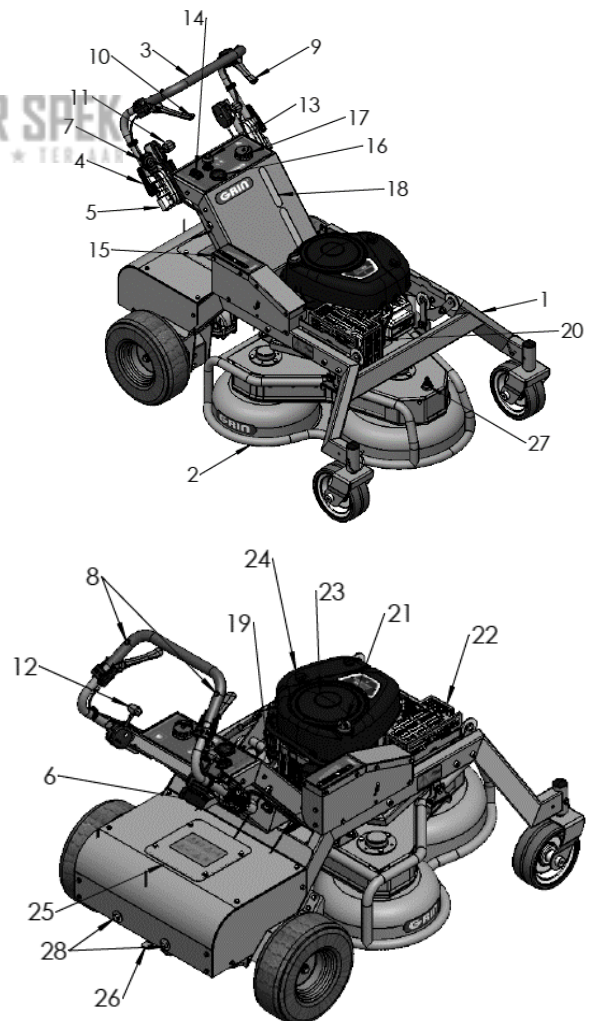

Fig. 7 - Composants de la machine
Votre Grin XM est livré avec de l'huile dans le moteur. Après environ 5 heures de travail, il est recommandé de vérifier le niveau d'huile à l'aide de la jauge (Fig.7_21) et de remettre à niveau au besoin. Consulter le manuel du moteur pour connaître la quantité et le type d'huile.
2. Dévisser le bouchon du réservoir à essence (Fig. 7_17), mais uniquement après avoir retiré la saleté et les éventuels résidus de la zone du bouchon.
3. À l'aide d'un entonnoir, remplir d'essence verte normale. On peut vérifier le niveau d'essence à l'aide des indicateurs placés sur la machine (Fig.7_18). Ne pas remplir au-delà du niveau visible, laisser de la place pour l'expansion du carburant. Retirer immédiatement l'éventuelle fuite ou renversement d'essence ; ne pas mélanger de l'huile au carburant.
6. Ouvrir le robinet d'essence entre le réservoir et le moteur. (Fig.7_19). Il est recommandé de toujours fermer le robinet pendant le transport afin d'éviter qu'une trop grande quantité d'essence ne pénètre dans le moteur.
NB : lorsque le moteur est froid, placer le levier de réglage du régime moteur (Fig.7_12) en position starter.
!!! ATTENTION !!! Après le démarrage du moteur, retirer immédiatement le levier de réglage du régime moteur (Fig.7_12) de la position de starter
Votre XM est équipé d'un réglage électronique millimétrique de la hauteur de tonte. Après avoir allumé la machine, appuyer sur le bouton de réglage de la hauteur (Fig.7_14) pour lever ou abaisser le système de coupe. L'indicateur de hauteur (Fig.7_15) permet de visualiser la hauteur réglée. Le déplacement de l'indicateur vers la zone verte augmente la hauteur de tonte. Le déplacement de l'indicateur vers la zone rouge diminue la hauteur de tonte. Pour une tonte optimale, il est recommandé de ne pas amener l'indicateur dans la zone rouge.
1. Après avoir démarré le moteur, dégager le frein de stationnement en déplaçant le levier (Fig.7_6) vers la droite puis vers le haut.
2. Après avoir vérifié si la largeur de tonte est correcte, démarrer le système de coupe en soulevant le coup de poing jaune situé sur le tableau de bord (Fig.7_13).
3. Déplacer le levier de marche (Fig.7_11) vers l'avant ou vers l'arrière. Déplacer doucement le levier de manière à faire varier la vitesse progressivement, en particulier quand on utilise la marche arrière. Les brusques changements de vitesse peuvent faire perdre l'équilibre à l'opérateur.
4. Pour braquer la machine, appuyer sur le levier gauche (Fig.7_9) pour aller à gauche et sur le levier droit (Fig.7_10) pour aller à droite. Plus la pression sur le levier est forte, plus la courbe est serrée. Lorsque le levier est pressé à fond, la machine tourne sur elle-même.
1. Placer le levier de marche avant/arrière (Fig.7_11) en position neutre (N)
2. Engager le frein de stationnement en déplaçant le levier vers le bas (Fig.7_6)
3. Désactiver le système de coupe en appuyant sur le coup de poing jaune situé sur le tableau de bord (Fig.7_13)
4. Relâcher les boutons de sécurité Homme présent (Fig. 7_8) pour éteindre la machine.
1. Dévisser les vis de fixation du kit à bord (Fig.7_28), positionner la plaque et serrer les vis comme sur l'image ci-dessus. Serrer les vis avec un couple de 50 Nm.
- III. Accéder au compartiment de la batterie en dévissant les 4 vis de fixation du couvercle (Fig.7_25). Déconnecter la batterie et la connecter sur un dispositif de maintien de la charge.